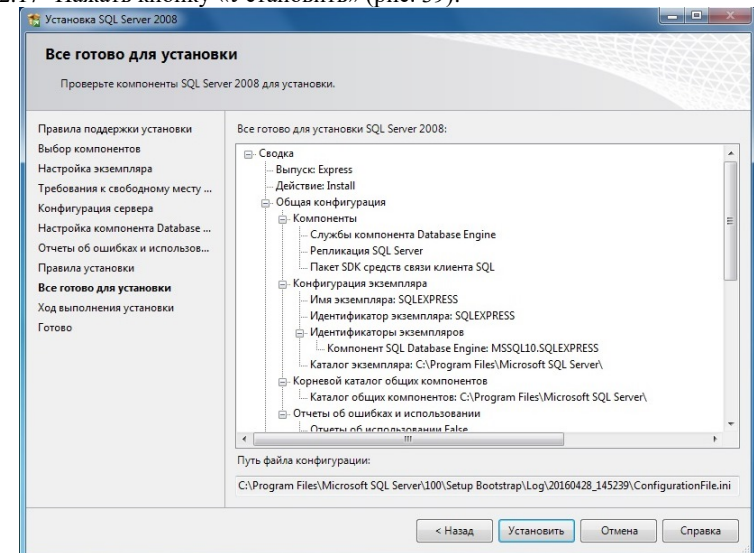

рис. 39
2.17 Нажать кнопку «Установить» (рис. 39):